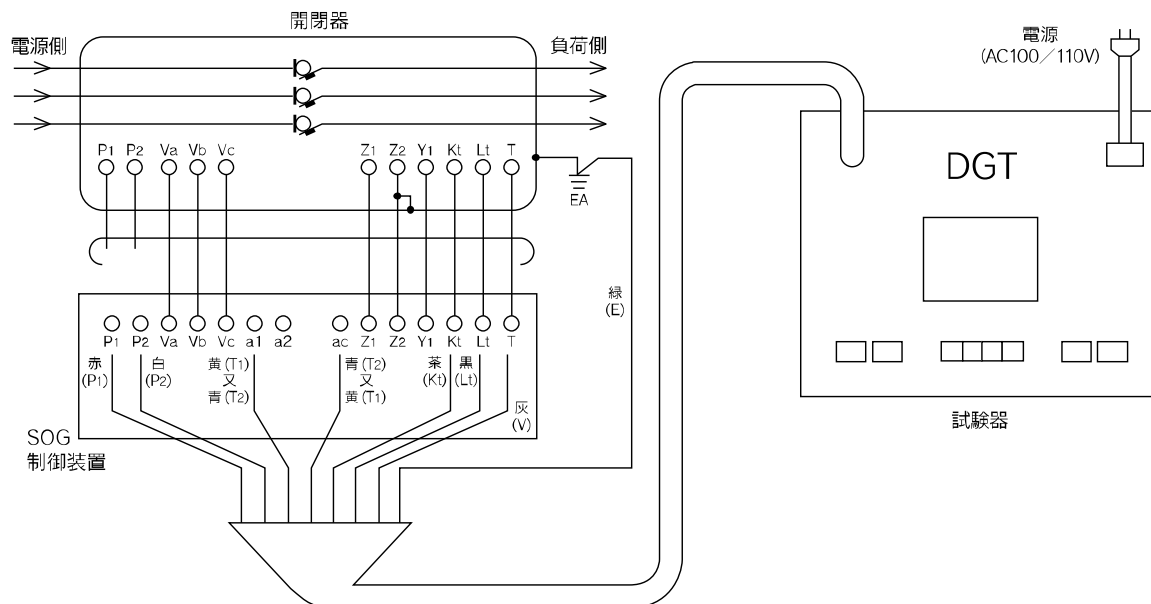

図 12 戸上電機製作所製 (DGT) によるテスト回路の一例
- ① SOG制御装置試験項目の管理値は表2のとおりです。
- ② 図12～17の試験回路はSOG制御装置だけの地絡動作時間測定となります。